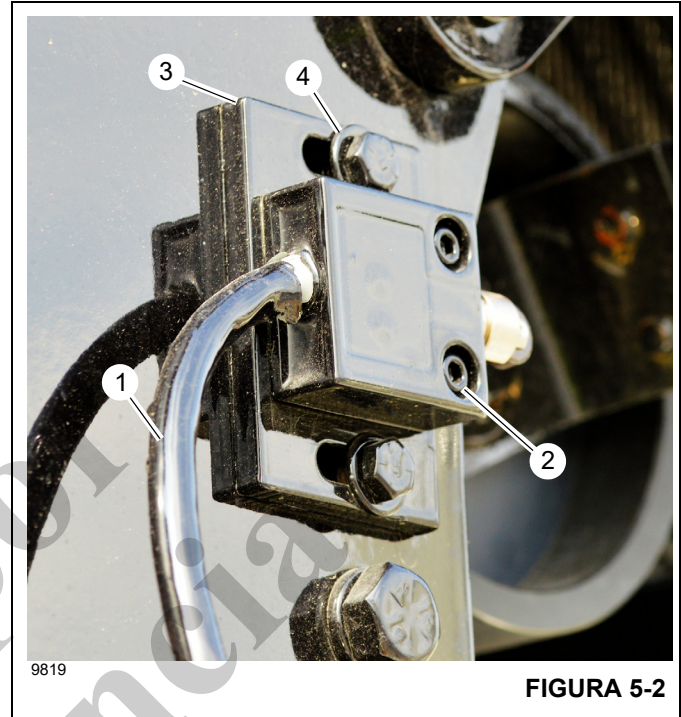

FIGURA 5-2
El indicador de 3 vueltas de cable está integrado en el sistema RCL. El indicador de 3 vueltas de cable (Figura 5-2) se encuentra en el lado (izquierdo) del conjunto de soporte de cojinete del malacate de la grúa. El indicador de tres vueltas de cable está diseñado para notificar al operador cuando queden tres vueltas de cable de acero o sintético en el tambor del malacate.
1. Desconecte el cable de tercera vuelta (1, Figura 5-2) del conector del indicador de 3 vueltas ubicado dentro del bastidor del malacate.
2. Retire los pernos (2) y retire el conjunto de indicador de 3 vueltas de cable de la placa (3).
3. Retire los pernos y las arandelas (4) y retire la placa del indicador de 3 vueltas de cable (3) del malacate.